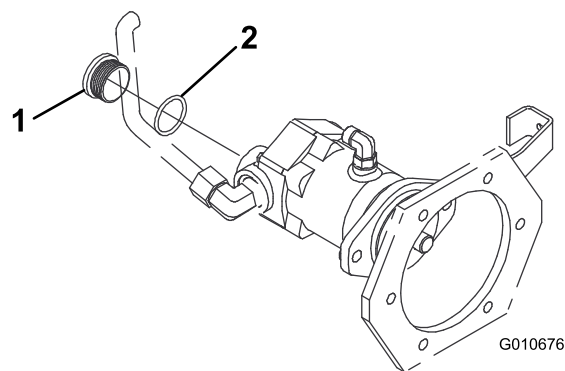

Figura 4
6. Rimuovete e scartate il raccordo sul lato destro del motorino della ruota sinistra e montate un tappo cavo con o-ring nel foro presente sul motorino della ruota dal quale è stato rimosso il raccordo diritto (Figura 4). Serrate il tappo a una coppia compresa tra 274 e 295 Nm.
10. Rimuovete e scartate il raccordo sul lato sinistro del motorino della ruota anteriore destra e montate un tappo cavo con o-ring nel foro presente sul motorino della ruota dal quale è stato rimosso il raccordo diritto (Figura 4). Serrate il tappo a una coppia compresa tra 274 e 295 Nm.